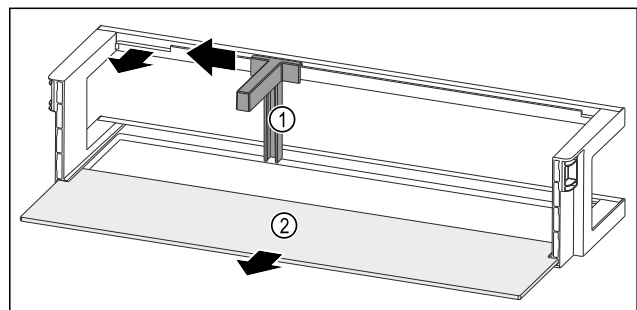

Fig. 85 Türabsteller mit Flaschenhalter und Abstellfläche
- Flaschenhalter Fig. 85 (1) bis zur Aussparung zur Seite schieben.
- Flaschenhalter Fig. 85 (1) entnehmen.
- Abstellfläche Fig. 85 (2) entnehmen.